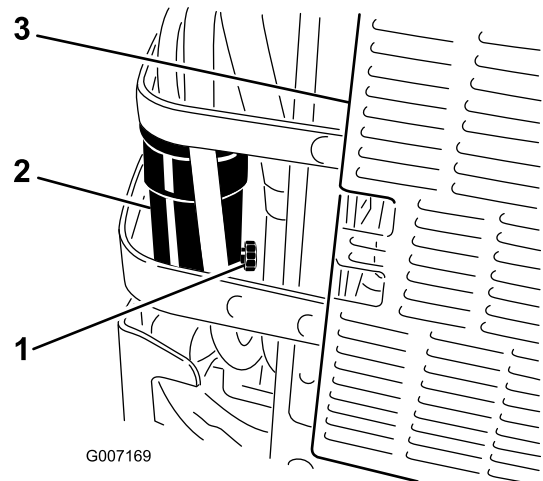

Figura 55
3. Coloque un recipiente debajo del separador de agua (Figura 55).
4. Abra la válvula de drenaje del separador de agua aproximadamente una vuelta para que se vacíen el agua y otros contaminantes (Figura 55).
5. Cierre la válvula de drenaje cuando salga solamente diésel combustible (Figura 55).